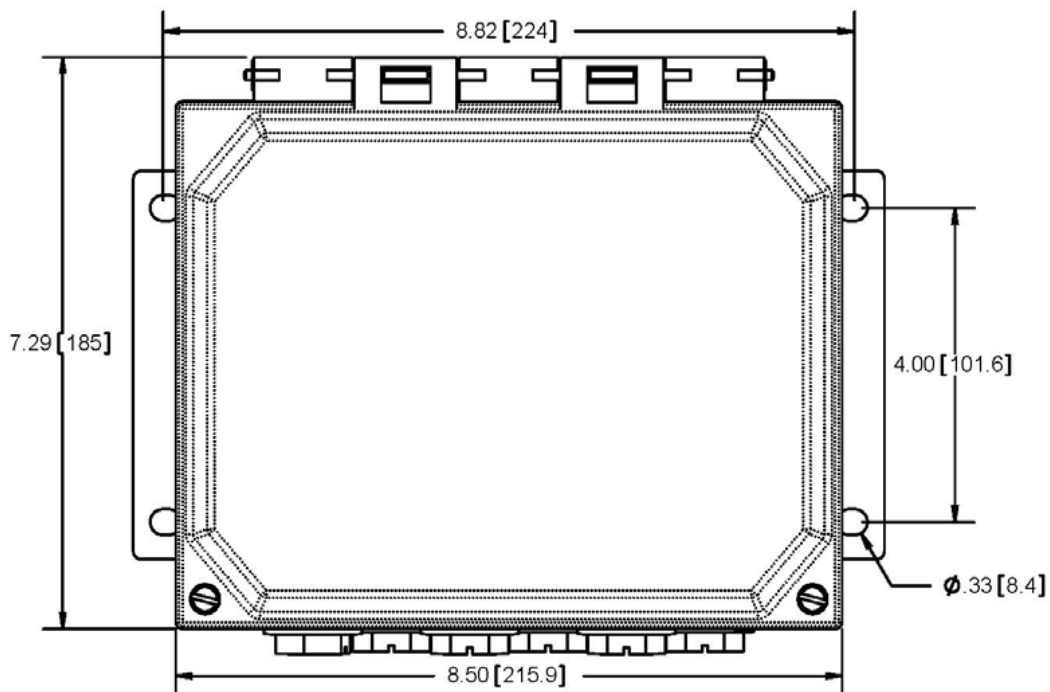

Figure 3
Monter la moitié inférieure du contrôleur en utilisant les (4) quatre trous fournis dans ce but (Figure 3).